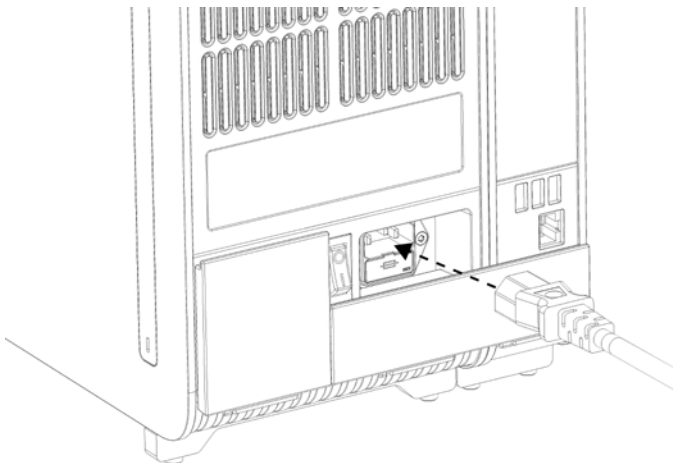

Figura 10. Conectarea cablului de alimentare.
7. Conectați cablul de alimentare livrat împreună cu QIAstat-Dx Analyzer 1.0 în partea din spate a modului analitic (Figura 10).